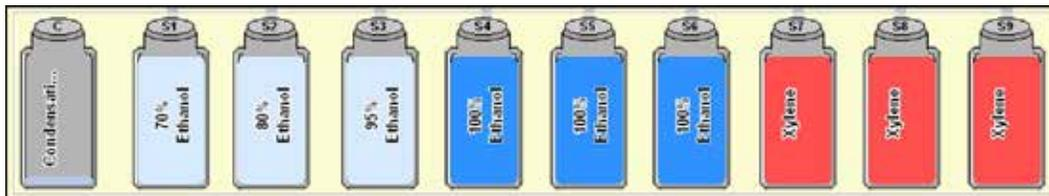

Fig. 50
- Les flacons de système portent les désignations "S1" à "S9" et apparaissent en aperçu dans une zone de l'écran (fig. 50). À gauche se trouve le flacon de condensation portant la désignation "C".